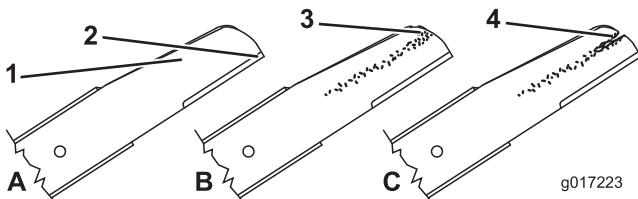

Bild 30
- Untersuchen Sie die Schnittkanten (Bild 30). Bauen Sie die Schnittmesser aus und schärfen oder tauschen sie aus, wenn die Kanten nicht scharf sind oder Kerben aufweisen.
- Überprüfen Sie die Messer selbst, besonders den gebogenen Bereich (Bild 42). Wenn Sie Beschädigungen, Verschleiß oder Rillenbildung in diesem Bereich feststellen (Bild 30), tauschen Sie die Messer sofort aus.